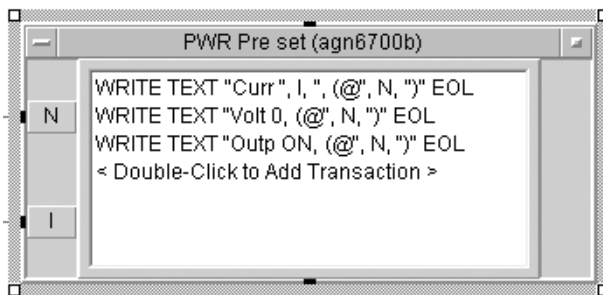

Рис. 5.4
Int16 для задания номера рабочего канала системы Agilent N6700B с названием «Channel», включить их в цикл после константы «N Points». Создать объект прямого ввода/вывода для PowerSupply, который будет задавать начальное состояние нашего прибора, ввести туда команды и создать терминалы, аналогично рис. 5.4. Подключить созданные константы к соответствующим терминалам (I – ток, N – номер канала на рис. 5.4).
7. Соединить объекты задания массива (Alloc Real64), задания начального состояния системы питания (PWR Pre set, рис. 5.4) и цикл For Count в следующей последовательности запуска: «Alloc Real64», затем «PWR Pre set», затем For Count.